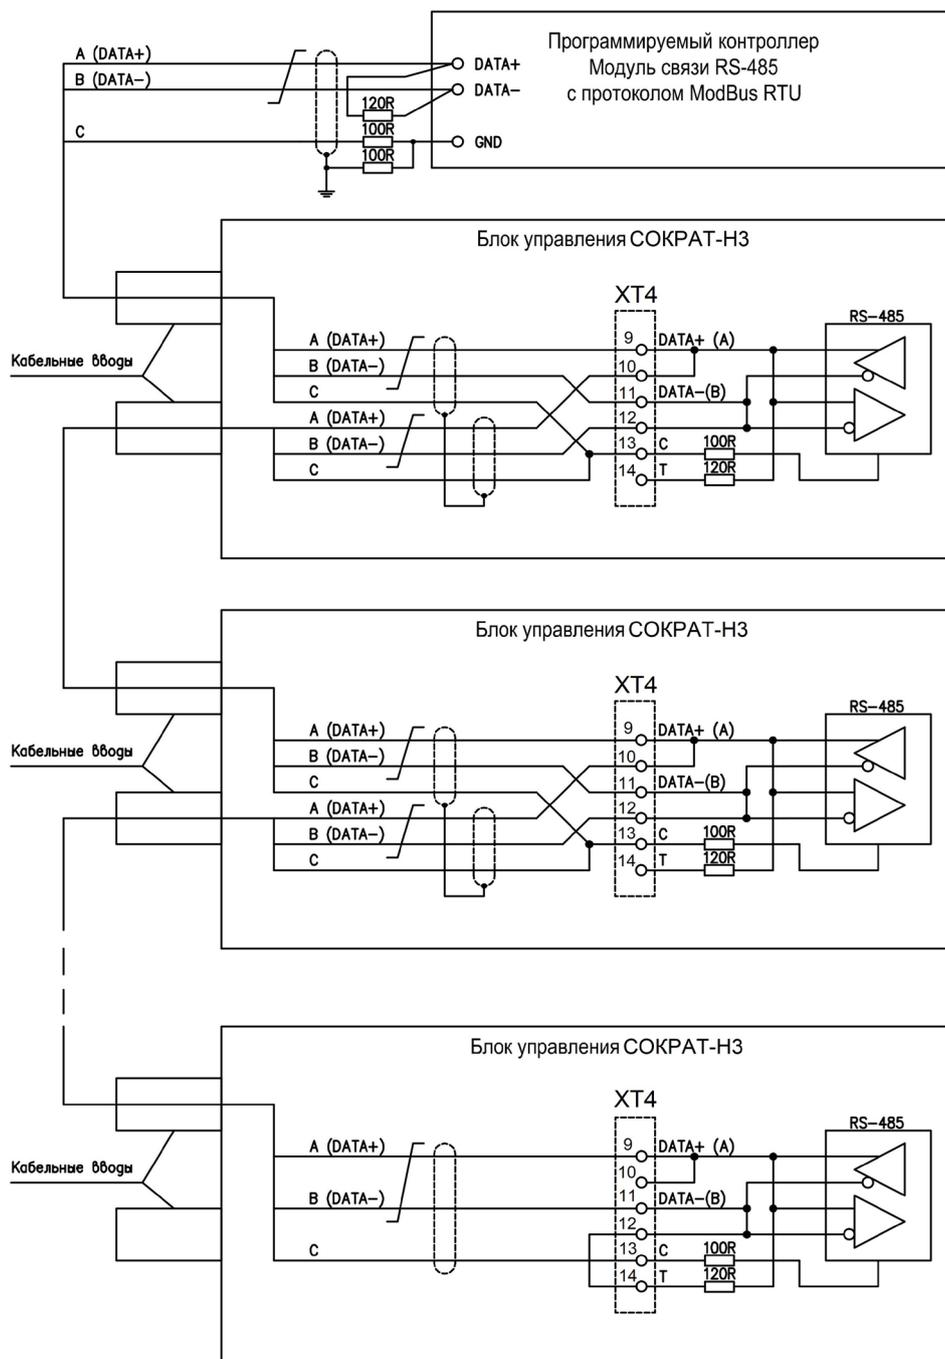

Рис. 10 – Схема подключения блоков в сеть по интерфейсу RS-485
- в начале и конце сети обязательна установка терминальных резисторов сопротивлением 120 Ом (см. схему на рис. 10).